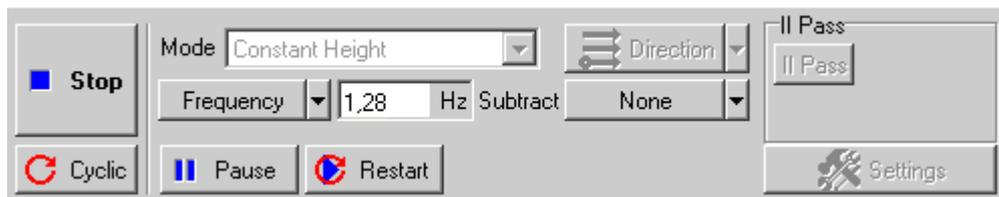

Рис. 10-18
- На панели управления вкладки **Scan** некоторые кнопки исчезнут, и появится ряд новых кнопок (Рис. 10-18): **Pause**, **Restart**, **Stop**.